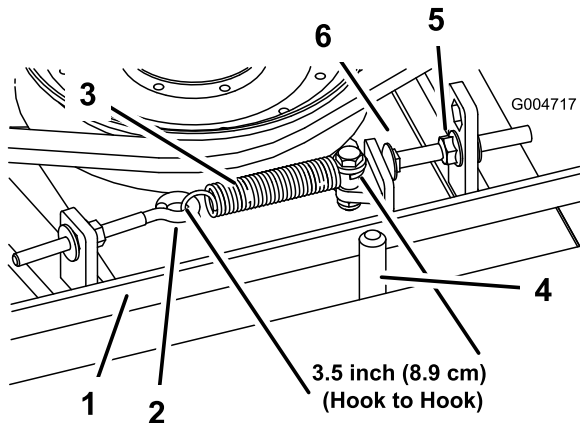

Bild 64
Wenn der Treibriemen richtig gespannt ist, sollte die Messung an der Verlängerungsfeder (Haken zu Haken) innen ungefähr $8,9 \text{ cm} \pm 6 \text{ mm}$ betragen. Wenn die Federspannung richtig ist, stellen Sie die Anschlagschraube (Schlossschraube) ein, bis der Abstand zwischen dem Schraubenkopf und dem Spannarm ungefähr $3 + 1,5/0,0 \text{ mm}$ beträgt (Bild 64).
Hinweis: Achten Sie darauf, dass der Riemen auf der Federseite der Riemenführung positioniert ist (Bild 64).
2. Lösen Sie den Augenbolzen, um die Verlängerungsfeder abzunehmen (Bild 64).
3. Lösen Sie die Bundmutter, mit der die Anschlagschraube an der Befestigungslasche befestigt ist. Schieben Sie die Mutter so weit zurück, dass der Spannarm an der Anschlagschraube vorbeigeführt werden kann (Bild 64). Bewegen Sie
8. Setzen Sie die Verlängerungsfeder (Bild 64) wieder in die Augenbolzen ein und spannen Sie den Riemen wie folgt: